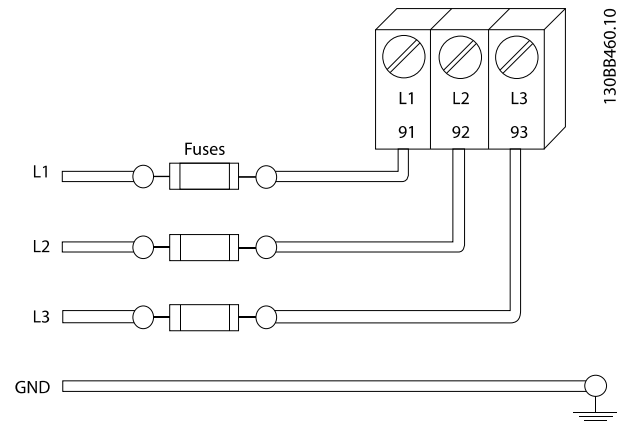

図 2.7 周波数変換器フェーズ
- すべての周波数変換器は短絡および過剰電流保護を備えている必要があります。入力フェーズが保護のために必要です。図2.7を参照してください。工場に装備されない場合、フェーズはインストレーションの一部として設置作業員によって取り付けられます。最大フェーズ定格は10.3 フェーズ表を参照してください。